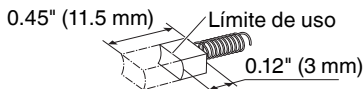

Fig. 41
5. Inspección de las escobillas de carbón (Fig. 41)